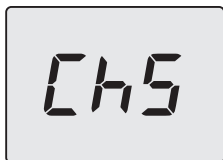

Figura 7.5
- Scorrere i vari menu premendo i tasti 13 (indietro) o 15 (avanti) fino a far apparire sul display LCD la scritta **Ch5** (Figura 7.5) che indica il menu "Spazzacamino".